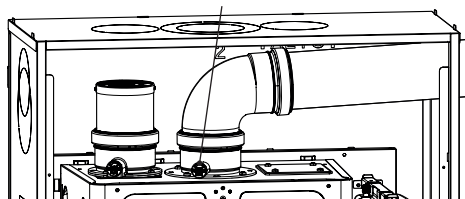

Figura 9.13
- Collegare un analizzatore fumi alle prese di analisi fumi poste sugli scarichi fumi della caldaia Figura 9.13.
- Verificare la combustione della caldaia utilizzando le prese posizionate sui tubi fumo (Figura 9.13) e confrontare i dati misurati con i seguenti.